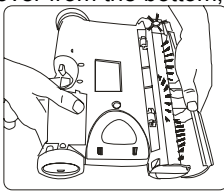

Fig. 8
4. Periodically remove the brush cover on the front of the cordless sweeper and remove any build up of lint, hair or fiber on the rotating brush. To remove the cover - grip the cover from the bottom, pull out and upward until the cover unlocks from the side slots and tabs located on the top of the sweeper. (Fig. 8)
4. Retirez périodiquement le couvercle de la brosse du devant de la balayeuse sans fil et éliminez toute accumulation de peluche, cheveux ou fibres de la brosse rotative. Pour retirer le couvercle, agrippez-le par le bas, tirez-le vers l'extérieur et vers le haut, jusqu'à ce qu'il se dégage des fentes latérales et des onglets situés sur le dessus de la balayeuse (Fig. 8).